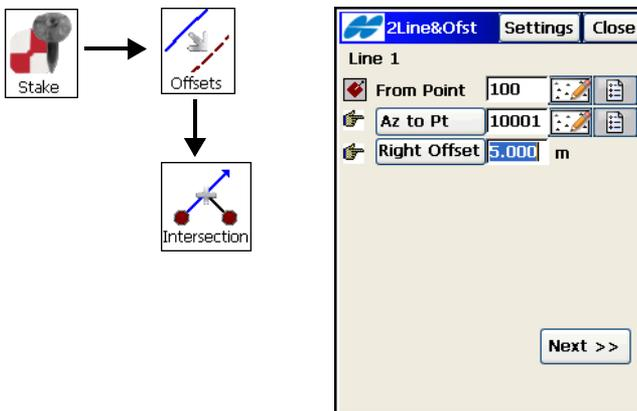

Abbildung 9-29. Schnittpunkt & Offsets: Linie 1
1. Zum Abstecken über Schnittpunkt und Offsets wählen Sie **Abst ▶ Offsets ▶ Schnittpunkt**. Das Fenster *2Lin&Offst* erscheint (Abbildung 9-29).
2. Wählen Sie im Absteckfenster *2Lin&Offst* den Startpunkt und das Azimut des ersten bekannten Punktes. Geben Sie den Horizontalabstand zur ersten Parallelen an. Tippen Sie auf **Weiter** (Abbildung 9-29).